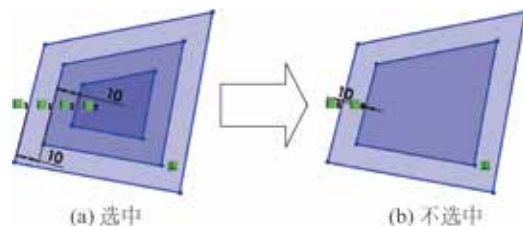

图 3.28 双向
- ☒ **双向(B)** 按钮：用于设置是否将两个方向同时等距，如图 3.28 所示。